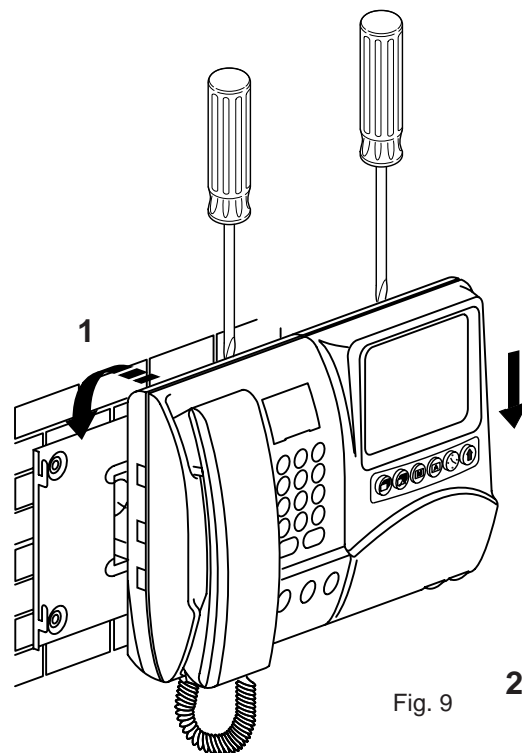

Fig. 9
- Fig. 9 - Inserire il telefono sulla staffa appoggiandolo nelle apposite sedi e tirandolo verso il basso fino al suo completo bloccaggio. Inserire il connettore "B" del monitor nell'apposito zoccolo denominato "CN1" posto nella morsettiera della staffa (particolare C). Inserire infine il monitor appoggiandolo nelle apposite sedi e tirandolo verso il basso fino al suo completo bloccaggio. Per estrarre il telefono o il monitor dalla piastra di aggancio, agire con un cacciavite sulla linguetta di sicurezza ed estrarli seguendo il senso inverso delle frecce 1-2.
- Fig.9 - Monter le téléphone sur la plaque en le fixant sur les crochets de suspension et en le tirant vers le bas jusqu'en butée. Monter le connecteur "B" du moniteur sur le support dénommé "CN1" implanté dans le bornier de la plaque (détail C). Monter enfin le moniteur en l'accrochant sur les supports spécifiques et en le tirant vers le bas jusqu'à son blocage définitif. Pour déposer le téléphone ou le moniteur de la plaque d'ancrage, appuyer sur la languette de sécurité à l'aide d'un tournevis et les dégager en suivant le sens indiqué par les flèches 1-2.